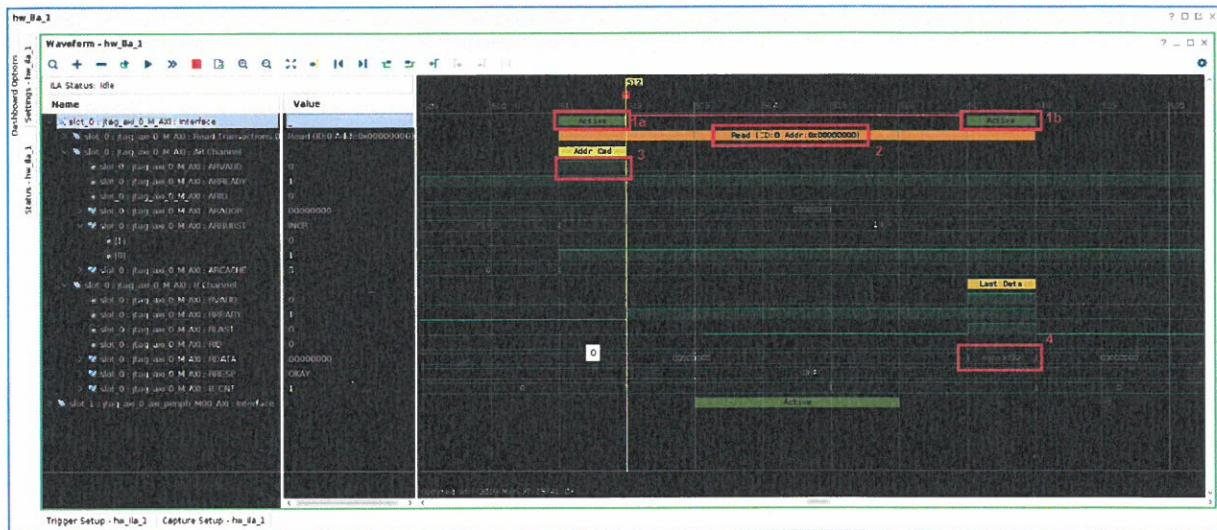

FIGURE 18 – JTAG - Interconnect READ
- **Point 2 :** Indique que l'on se trouve dans une étape de lecture des données à une certaine adresse. Sur la Figure 18, on peut observer que l'adresse est la *0x00000000*.
- **Point 4 :** Il s'agit du bus de donnée qui est lu par le slave. Sur la Figure 18 les données sont les suivantes : **databus2222**.